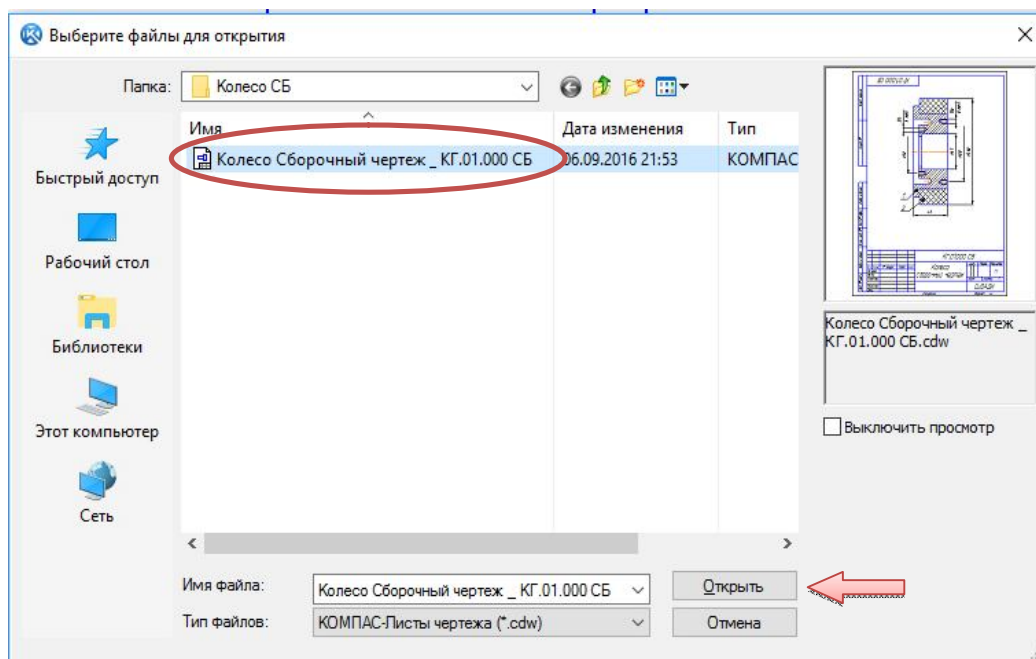

Рис. 3.5. Выбор файла для подключения документа к спецификации
- В диалоге открытия файлов укажите файл сборочного чертежа «Колесо Сборочный чертеж _ КГ.01.000 СБ» и нажмите кнопку «Открыть» (рис. 3.5).